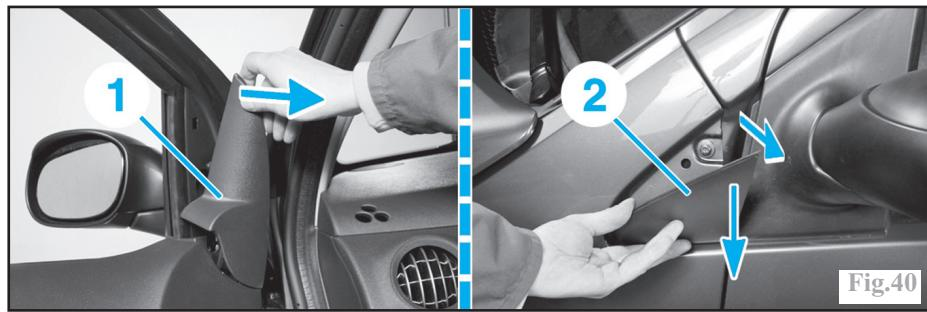

Fig.40
-les deux enjoliveurs intérieur et extérieur (1) et (2) (Fig.40).
Le rétroviseur en le décliquant à l'aide d'un outil adapté (Fig.40).